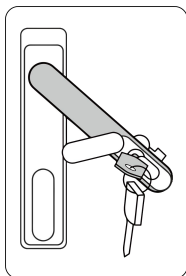

Рисунок 4
4. Поверніть ручку за годинниковою стрілкою та відкрийте дверцята . Див. Рисунок 4.